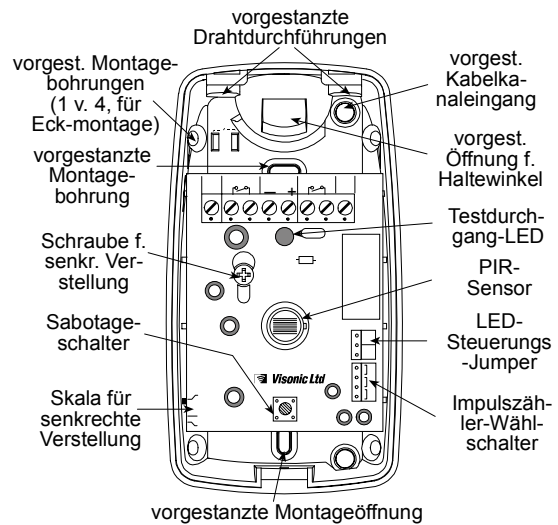
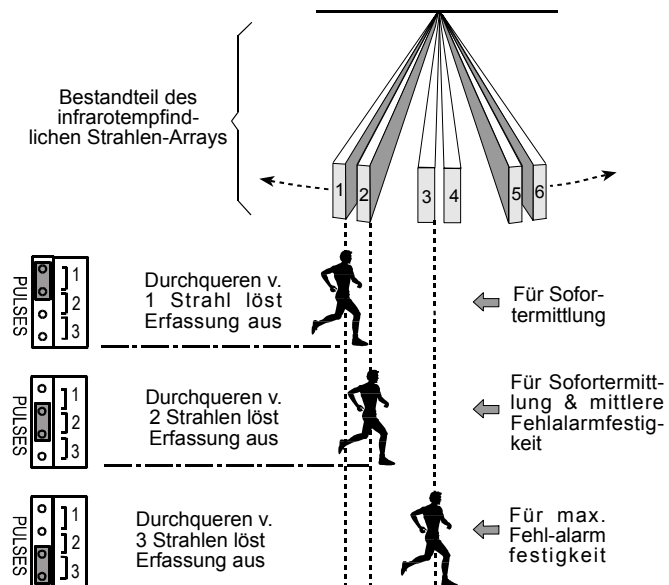

Abb. 5. Innenansicht
Abb. 14. Einstelloptionen für den Impulszähler
D. Die in der Rückwand der Gerätebasis (für Befestigung an einer Wand) vorgestanzten Bohrungen bzw. die in der Seitenwand der Gerätebasis vorgestanzten Bohrungen (für Eckenbefestigung) ausbrechen (siehe Abb. 5).
E. Eine der vorgestanzten Drahtdurchführungen ausbrechen (siehe Abb. 5).
Abb. 5 zeigt die Anordnung des Impulszähler-Wählschalters. Vgl. Abb. 14 unten; Jumper nach Bedarf installieren.